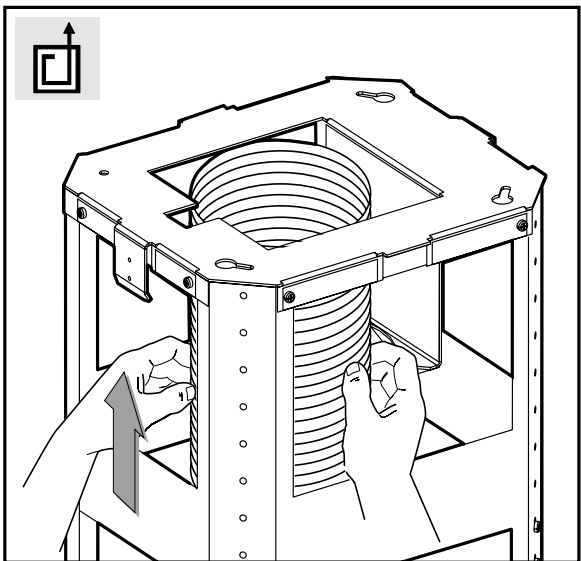

Fig.7
- 3.3.3 Yhdistä hormiputki (ei kuulu toimitukseen) sekä liesikuvun poistoilmaliitintään että seinän/katon ilmanpoistoaukkoon käyttämällä sopivia kiinnittimiä (eivät kuulu toimitukseen). (Fig. 7)